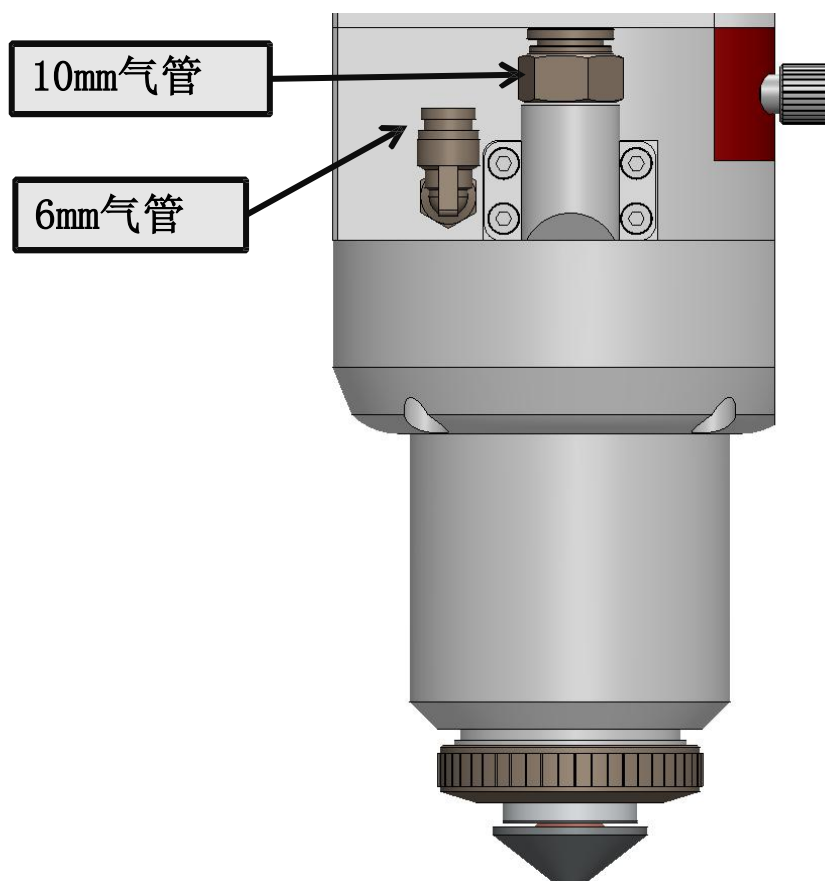

图1.4
① 输入口接10mm气管，如下图1.4所示，用于对接切割气体，输入压力 $<3.0\text{Mpa}$ 。
② 输入口接入6mm气管，如下图1.4所示，用于对接冷却气体，输入压力 $<0.6\text{Mpa}$ 。